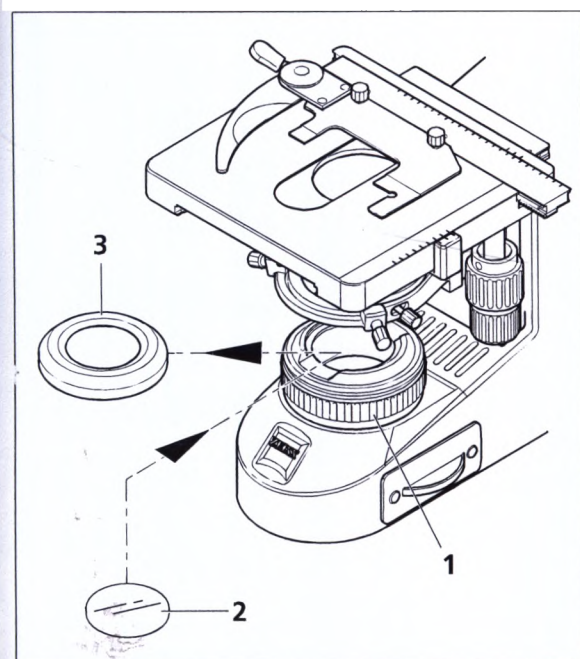

Рисунок 12 Вставление цветного фильтра
- Отвинтить защитный колпак (Рисунок 12/3) от полевой диафрагмы осветителя (Рисунок 12/1).
- Поместить желаемый фильтр — жёлтый, зелёный или синий — (Рисунок 12/2) на посадочную поверхность полевой диафрагмы осветителя и снова завинтить защитный колпак.